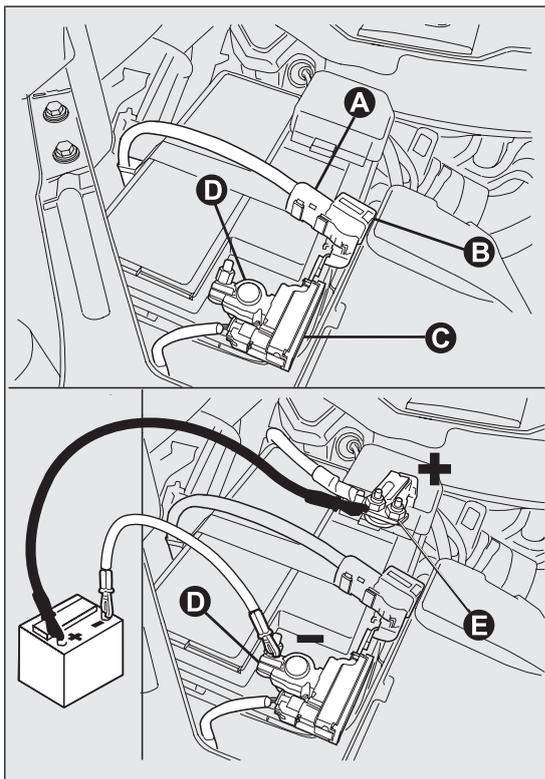

fig. 194
- desconectar el conector A fig. 194 (mediante la acción del botón B) del sensor C de control del estado de la batería instalado en el polo negativo D de la misma batería;
- después de desconectar el cargador, conectar el conector A fig. 194 al sensor C como en la figura.